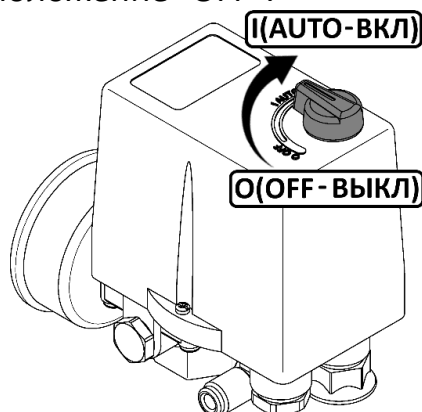

Рисунок 3
- Проверьте, чтобы выключатель на маностате находился в выключенном положении "OFF" (см. рисунок 3).
Для пуска компрессора СБ4-100.F22 после срабатывания защиты выполните следующие действия: после того, как двигатель остынет до допустимой температуры, переключите выключатель на маностате в положение "OFF" (см. рисунок 3), а затем включите компрессор переключив выключатель в положение "AUTO".